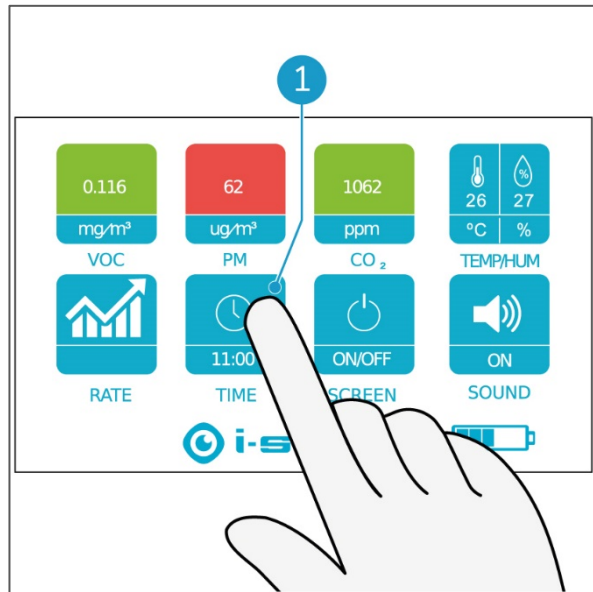

Figura 20
1. Toca con el dedo el botón TIME (Figura 20, pos. 1).